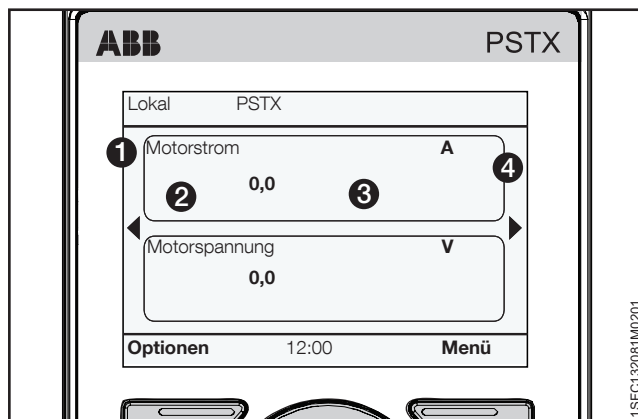

Abbildung 6.14
Wählen Sie den Anzeigestil für die Startansicht aus. Der ausgewählte Anzeigestil wird gezeigt durch ② in **Abbildung 6.14**. Wählen Sie numerische, Mess- oder Kurvendaten:
Wählen Sie die Anzahl der Dezimalstellen in der Startansicht. Ändern Sie die Anzahl mithilfe der Navigationstasten. Drücken Sie auf „Speichern“, um den Wert zu speichern. Dezimalstellen sehen Sie in ③ in **Abbildung 6.14**.
Drücken Sie auf „Speichern“, um den Anzeigenamen zu speichern. Der Anzeigenamen wird durch ① in **Abbildung 6.14** angezeigt.
Wählen Sie den Mindestwert für die Startansicht aus. Ändern Sie den Wert mithilfe der Navigationstasten. Drücken Sie auf „Speichern“, um den Wert zu speichern. Der Wert wird durch ③ in **Abbildung 6.14** angezeigt.
Wählen Sie den Höchstwert für die Startansicht aus. Ändern Sie den Wert mithilfe der Navigationstasten. Drücken Sie auf „Speichern“, um den Wert zu speichern. Der Wert wird durch ③ in **Abbildung 6.14** angezeigt.